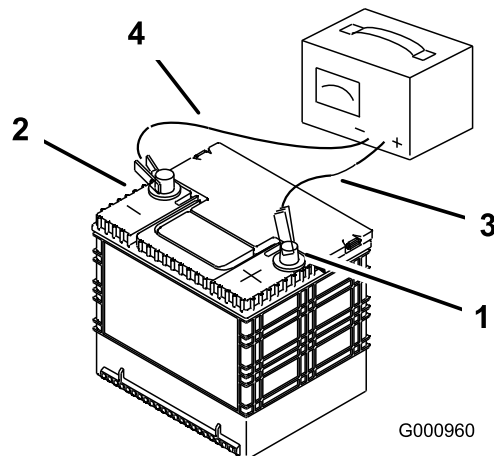

Figure 54
2. Quand la batterie est chargée au maximum, débranchez le chargeur de la prise, puis débranchez les fils du chargeur des bornes de la batterie (Figure 54).